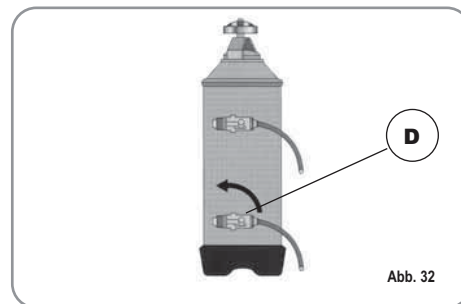

Abb. 32
3) Hebel D wieder nach links führen (Abb. 32).